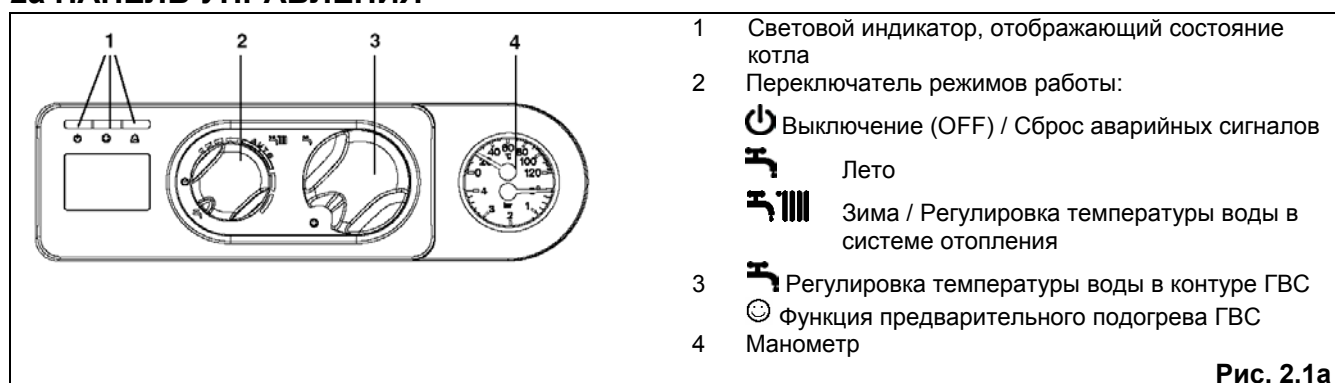

Рис. 2.1a
Зеленый световой индикатор на панели управления (1 - рис. 2.1a) будет мигать с частотой раз в 3,5 секунды, если котел находится в режиме ожидания.
Если вы отсутствуете непродолжительное время, установите переключатель режимов работы (2 – рис. 2.1a) в положение  (OFF - Выключено).
Если вы будете отсутствовать в течение длительного времени, установите переключатель режимов работы (2 – рис. 2.1a) в положение  (OFF - Выключено).
- установите переключатель режимов работы (2 – рис. 2.1a) в положение  (OFF - Выключено).